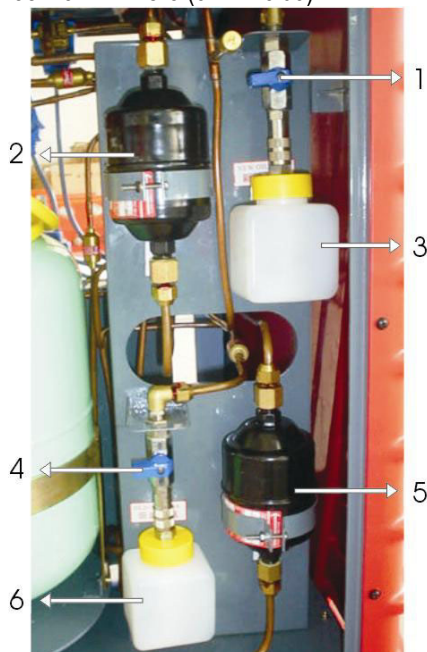

Рис.09
- 4) Закройте клапаны баков свежего и использованного масла (см. Рис.09).
- 7) После окончания процесса восстановления откройте клапан емкости для использованного масла, чтобы слить его (см. Рис.09):